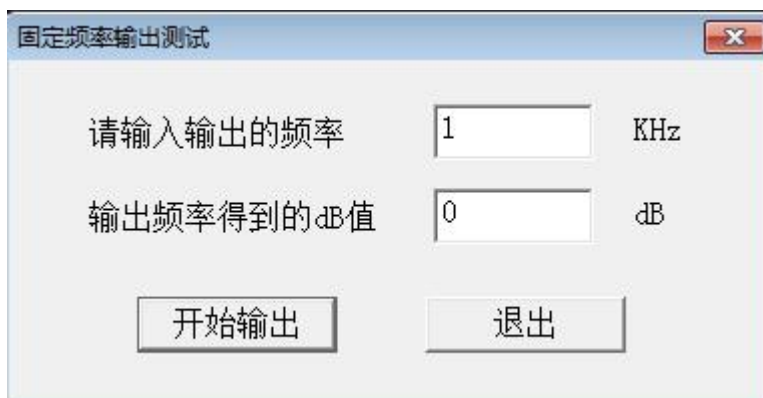

图 24
**1.3.4 固定频率输出测试**，选择此项目后，打开一个要求输入输出频率的对话框，如图 24。选择“开始输出”将显示输出后得到的 dB 值，这个功能主要用来提供外部仪器检测本仪器的频率和幅值的精确度。